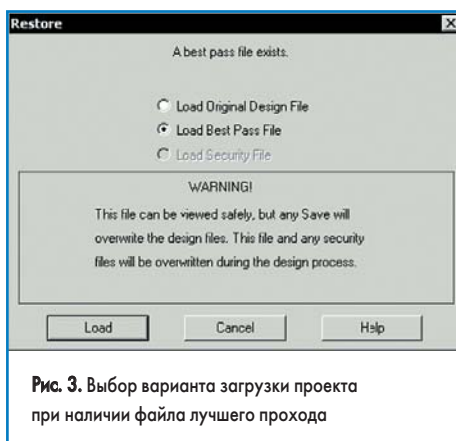

Рис. 3. Выбор варианта загрузки проекта при наличии файла лучшего прохода
- В папке проекта существуют файлы лучшего прохода или резервной копии. В этом случае на экране появится диалоговое окно Restore (рис. 3), предлагающее выбрать нужный вариант проекта.